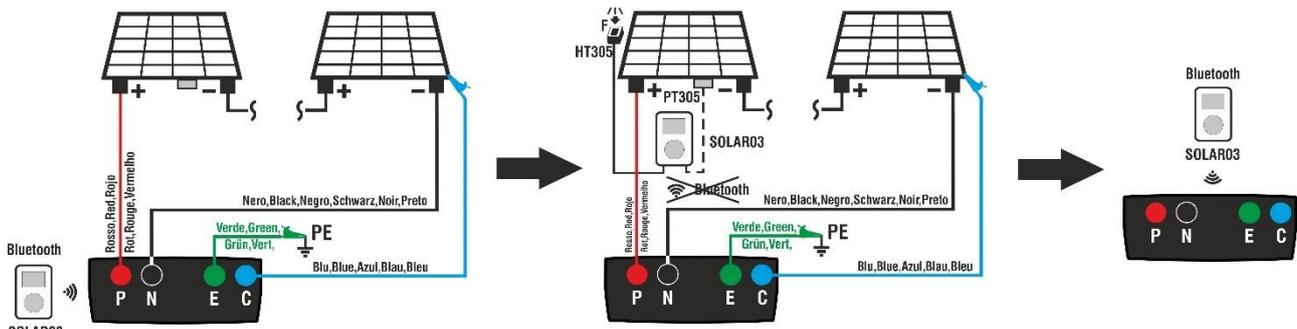
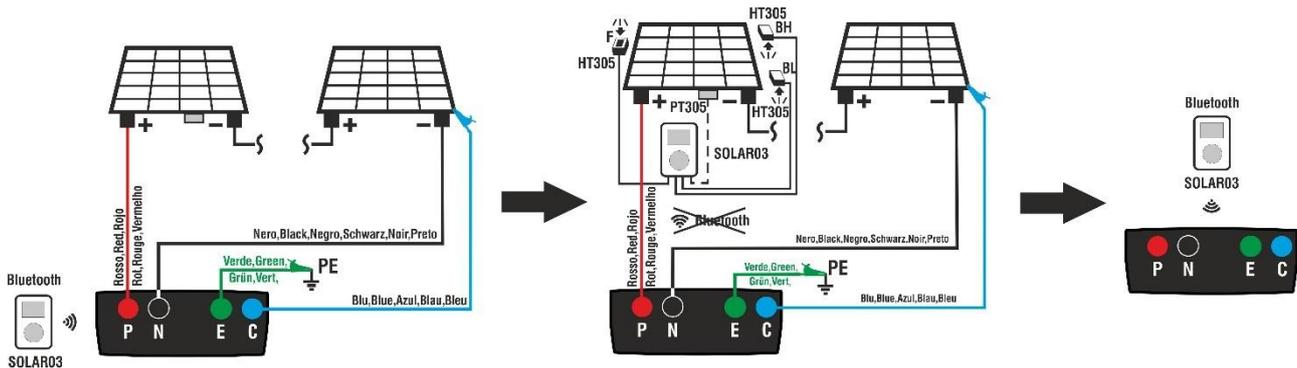

Fig. 12: Uso con SOLAR03 en registro síncrono en módulos Monofaciales
Fig. 13: Uso con SOLAR03 en registro síncrono en módulos Bifaciales
1. Conecte el instrumento al módulo/string en pruebas y eventualmente al nodo principal de tierra de la instalación y a las masas metálicas puestas a tierra como se muestra en Fig. 12 (módulos Monofaciales) o Fig. 13 (módulos Bifaciales). En particular:
- **En el caso de módulos Bifaciales** → posicione las **3 células de referencia HT305** sobre el plano frontal del módulo (**F**), sobre la parte superior trasera (**BH=BackHigh**) y sobre la parte inferior trasera (**BL=BackLow**) del módulo. Conecte la célula de referencia frontal (F) en la entrada “**INP1**”, la célula de referencia BH en la entrada “**INP2**”, la célula de referencia BL en la entrada “**INP3**” y **eventualmente** la sonda de temperatura **PT305** en la entrada “**INP4**” de la unidad remota. De acuerdo con la norma IEC/EN60904-1-2, el instrumento calcula el valor de irradiancia frontal equivalente (Irr_{eq}) que corresponde a la irradiancia en el plano frontal produciendo los mismos efectos que la irradiancia detectada en ambas caras teniendo en cuenta el coeficiente de bifacialidad (φ) del módulo según la siguiente relación:
3. Acerque la unidad remota SOLAR03 al instrumento como se muestra en la Fig. 12 o Fig. 13 – parte izquierda
6. Sitúe la unidad remota en cercanía de los módulos y conecte las sondas de irradiación/temperatura como se muestra en la Fig. 12 o Fig. 13 – parte central. **Habiendo ya iniciado el registro sobre la unidad remota SOLAR03 no es necesario mantener la conexión Bluetooth.** El conexionado (si es posible) permitirá solamente poder tener inmediatamente el resultado de la prueba sin esperar a terminar la sesión de medidas
16. Al término de la sesión de pruebas, desconecte la unidad remota SOLAR03, sitúela en proximidad del instrumento (ver la Fig. 12 o Fig. 13 – parte derecha) y verifique que la conexión con el instrumento esté nuevamente activa (símbolo “”) encendido de forma **fija** en el visualizador de la unidad remota)